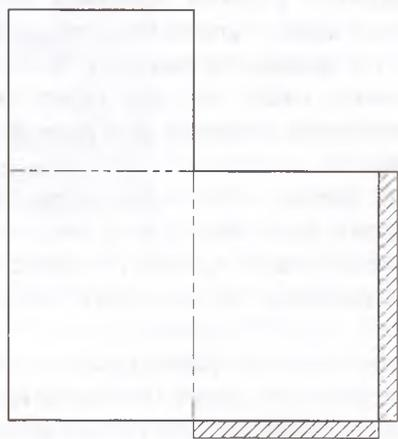

Рис. 3. Чертеж макета
3. По полученным размерам построим чертеж. К чертежу пристроим клапаны, на которые будем наносить клей при склеивании макета. Далее по чертежу склеим макет из бумаги (рис. 3).